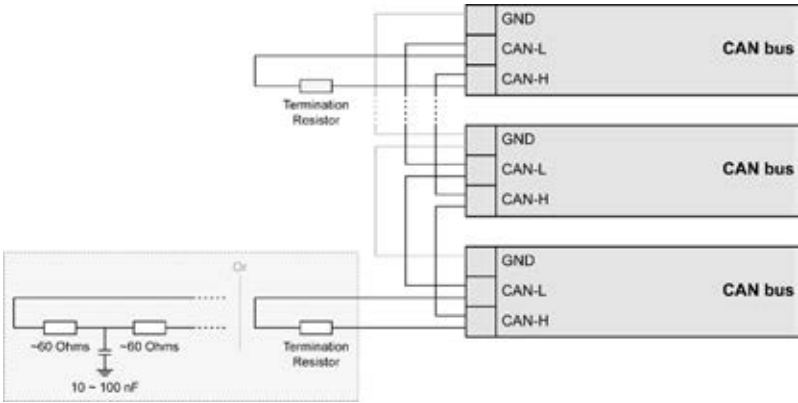

Рис. 48: CAN шина - окончание
Оконечный резистор подключен между CAN-H и CAN-L (Рис. 48).
- Разделите окончечное сопротивление на 2х60 Ом при помощи центрального отвода, подсоединенного к земле через конденсатор от 10 до 100 nF (Рис. 48).